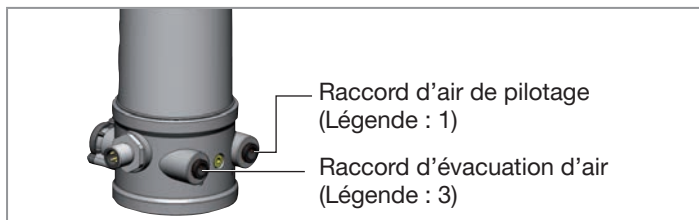

Fig. 8 : Raccordement pneumatique
- Raccorder le fluide de commande au raccord d'air de pilotage (1) (3...7 bars ; air d'instrument, exempt d'huile, d'eau et de poussières).
- Monter la conduite d'évacuation d'air ou un silencieux sur le raccord d'évacuation d'air (3) (voir « Fig. 8 : Raccordement pneumatique »).